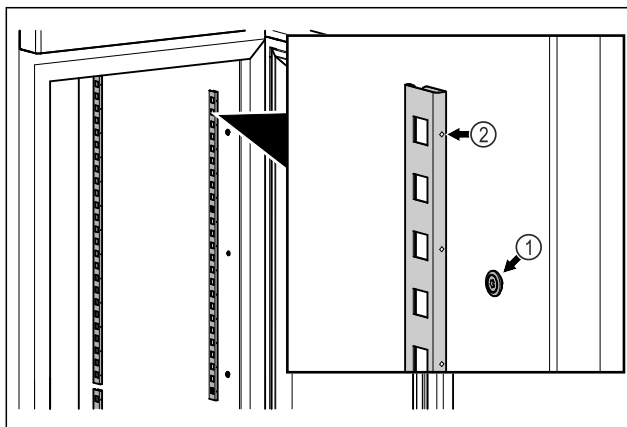

Fig. 83 Atvaizdo pavyzdys
- ▶ Įkabinkite fiksavimo juosteles į pakabą Fig. 83 (1). Žyma Fig. 83 (2) turi būti nukreipta į priekį.